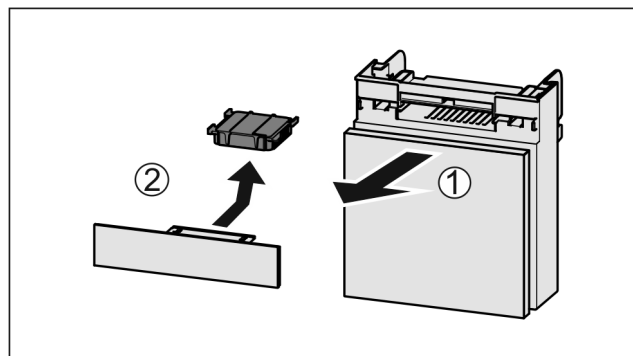

Fig. 158
- Træk rummet fremad Fig. 158 (1).
- Tag aktivkulfilteret Fig. 158 (2) ud.